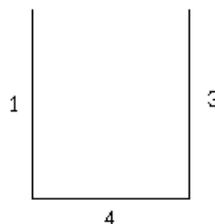

图 11-55 删除直线
(3) 删除直线。单击“修改”工具栏中的“删除”按钮, 将直线 2 删除, 结果如图 11-55 所示。